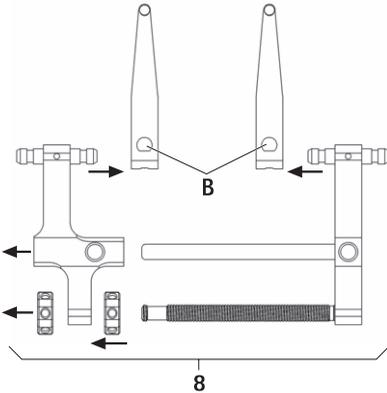

Abb. 4
- ▶ Distraktor 8 mit Distraktionsblättern demontieren, siehe Abb. 4: Schieber B betätigen und Distraktionsblatt FW239R entnehmen.